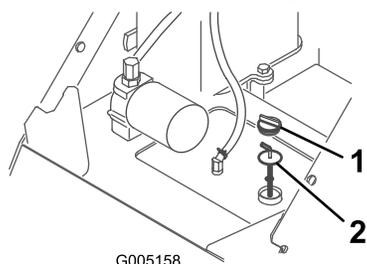

Рисунок 34
4. Очистите зону вокруг заливной горловины и крышки гидравлического бака (Рисунок 34).
5. Снимите крышку заливной горловины и проверьте уровень жидкости с помощью масломерного щупа (Рисунок 34).